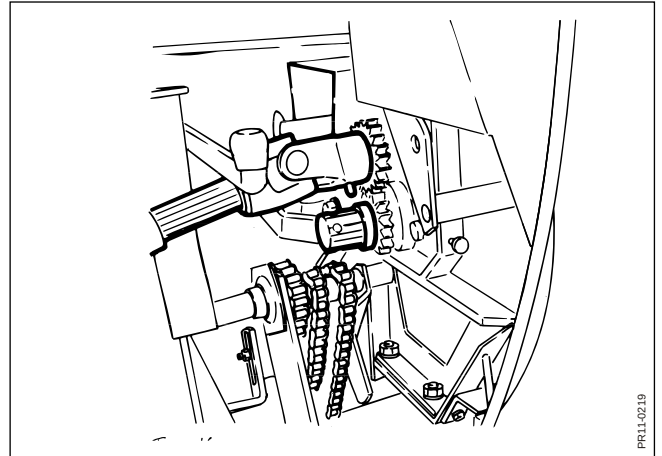

Fig. 4.13
- Fig. 4.13** 3. Kraftoverføring for rotor sættes på tap for modsat omdrejningsretning af rotor.